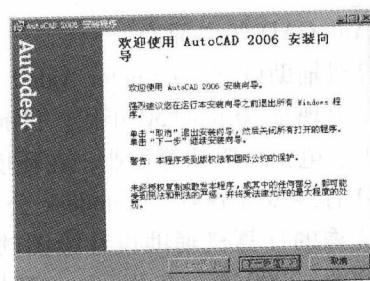

图 1-4 安装向导界面
4) 当系统所需部件完备时, 出现 AutoCAD 2006 安装向导的欢迎界面(见图 1-4), 单击“下一步”按钮继续。